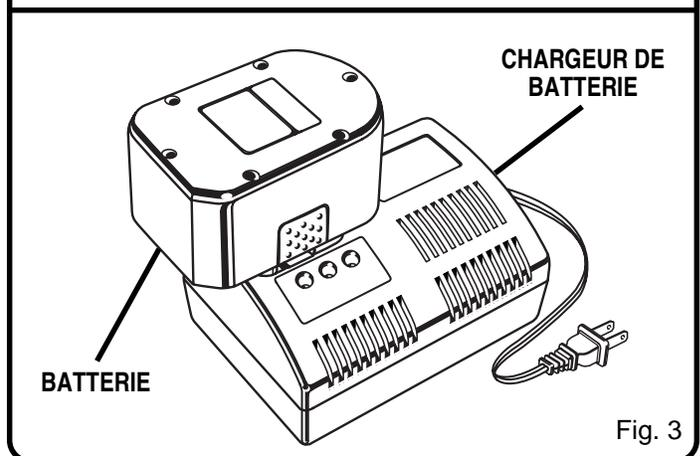

Fig. 3
- Placez la batterie dans le chargeur. Voir la Figure 3. Alignez l'ergot se trouvant sur la batterie avec la rainure du chargeur.